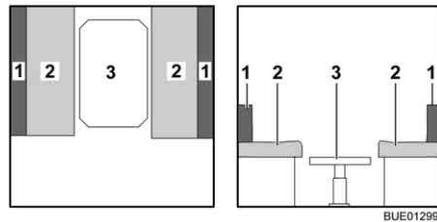

Fig. 116 Pendant la transformation
- Tirer les coussins d'assise (Fig. 116,2) vers le centre.